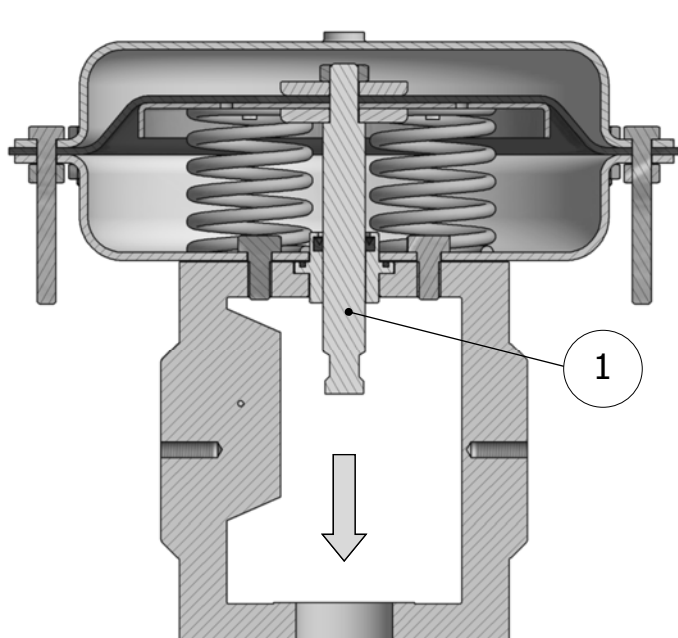

Fig. 7 Actuador de acción directa
En el caso del actuador de acción directa, el aumento de la señal de control hace salir el vástago (1) (Fig. 7 y 9)